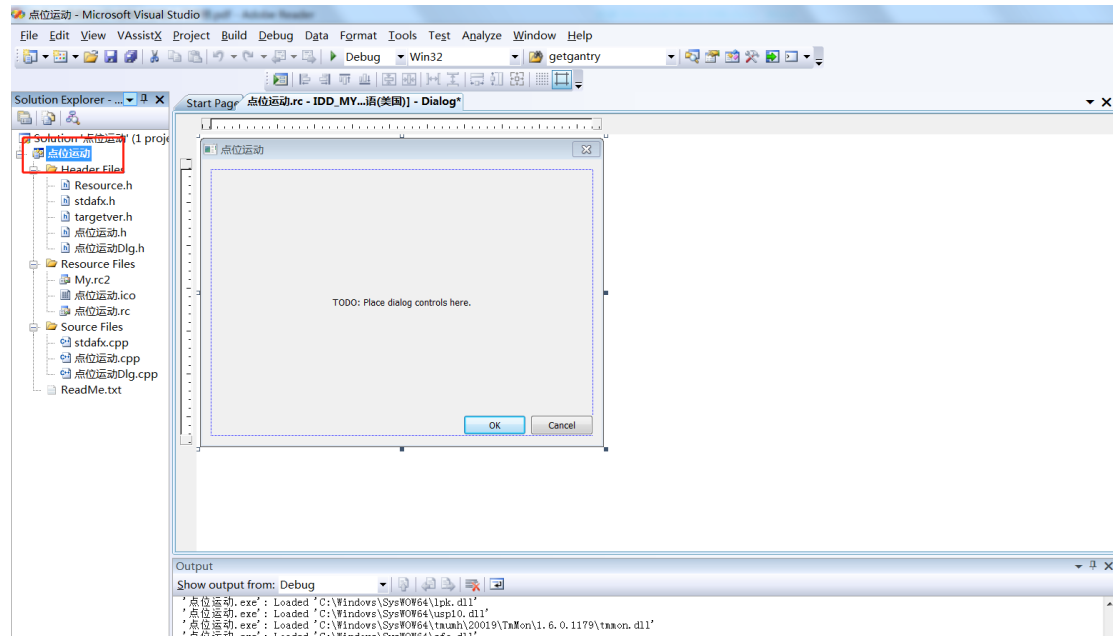

图 24
7、打开刚才创建的vs2008程序，在左侧的解决方案管理器中右击点位运动→属性→配置属性→链接器→输入→附加依赖项栏中输入lib文件名，例如gts.lib，如图24，如图25